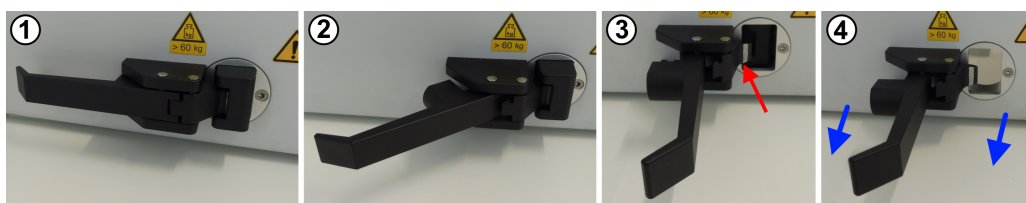

Bild 7-4: Manuell öppningsprocess
1. Vrid handtaget från läge 1 till 2 i bild 7-4.
2. Vrid handtaget ytterligare från läge 2 till 3 i bild 7-4.
2. Se till att handtaget är i det helt öppna läget och i en vinkel på 90° från dörren, som illustrerat på bilderna 3 och 4 i bild 7-4.
4. Vrid handtaget från läge 3 till 2 i bild 7-4.
5. Vrid handtaget ytterligare från läge 2 till 1 i bild 7-4.